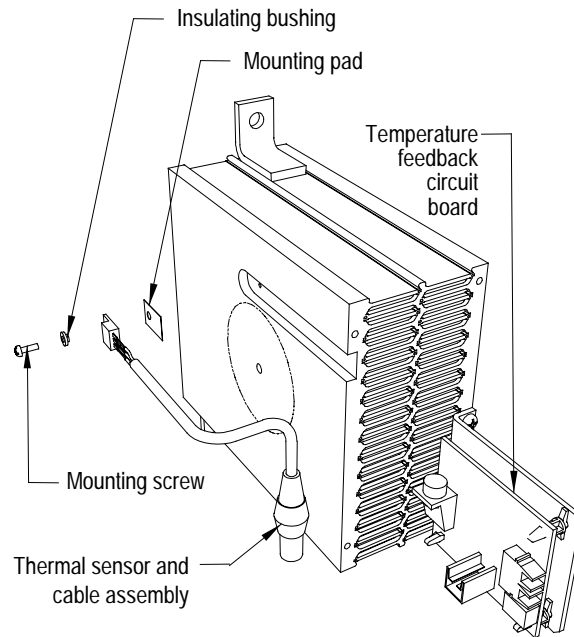

Bild 6.19 – Wechsel des Temperatursensors
11. Beachten Sie, daß es aufgrund einer geringen Potentialdifferenz zwischen Sensor und Kühlkörper, für die korrekte Funktion notwendig ist, eine Isolierscheibe zwischen Sensor und Kühlkörper und den Isolieraufsatz zwischen Sensor und Befestigungsschraube zu montieren (siehe Bild 6.19).